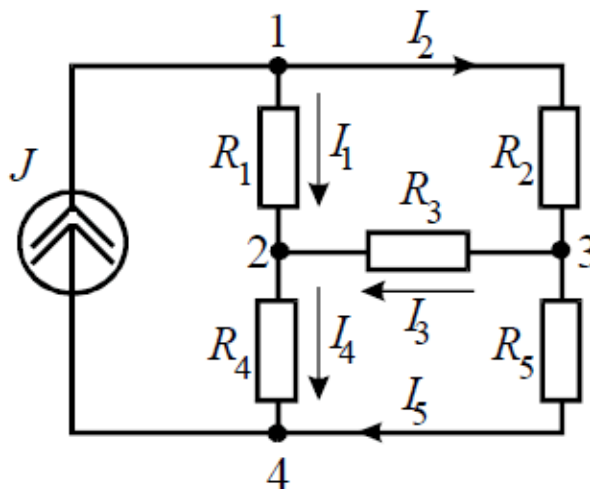

Рисунок 1
3. Определить токи ветвей схемы методом эквивалентных преобразований (рис. 1), если $R_1 = R_2 = R_3 = R_4 = 3 \text{ Ом}$, $J = 5 \text{ А}$, $R_5 = 5 \text{ Ом}$.